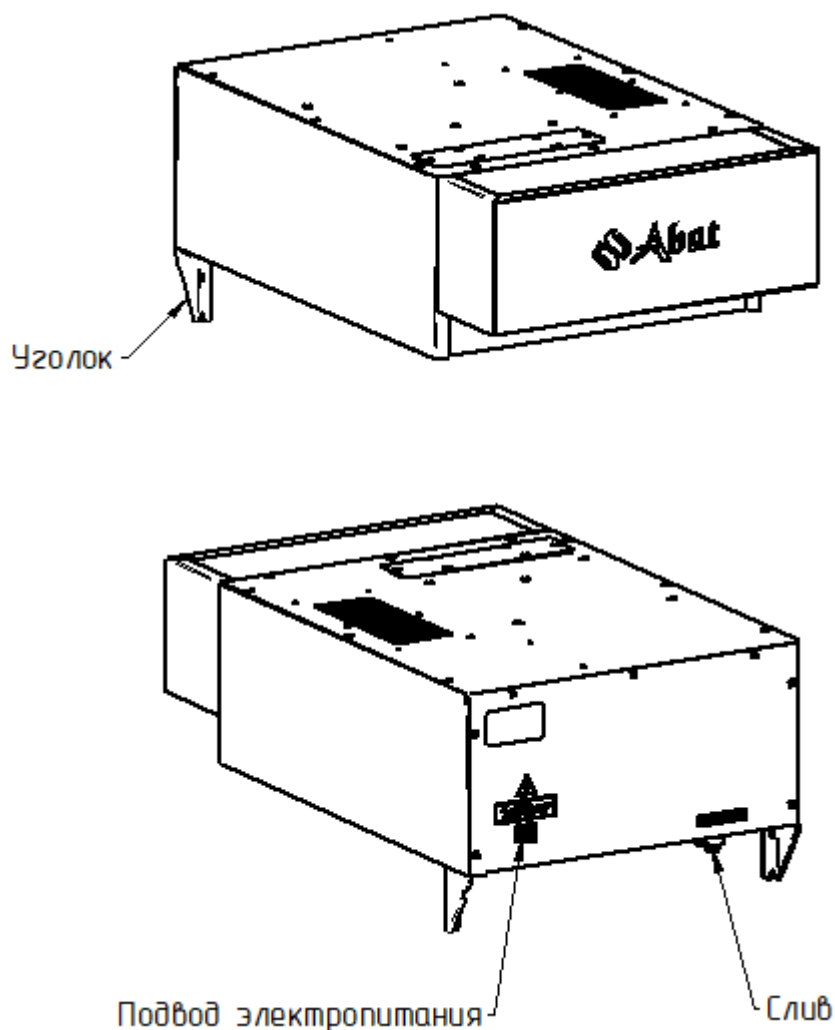

Рисунок 2. Внешний вид ЗВВ-750П
Зонт выполнен из нержавеющей стали и состоит из двух основных частей: каркаса теплообменника и воздухозаборника (см. Рисунок 2).
- бачок с теплообменником. В теплообменнике шесть глухих контуров. В каждый контур заправлено 26 грамм хладагента R134A. Внутренний объем бачка является пароконденсатором, имеющим окно в верхней части. Бачок с теплообменником оборудован патрубком для слива конденсирующейся жидкости в канализацию (см. Рисунок 2). В патрубке предусмотрена резьба G1/2, в который установлен штуцер под шланг;